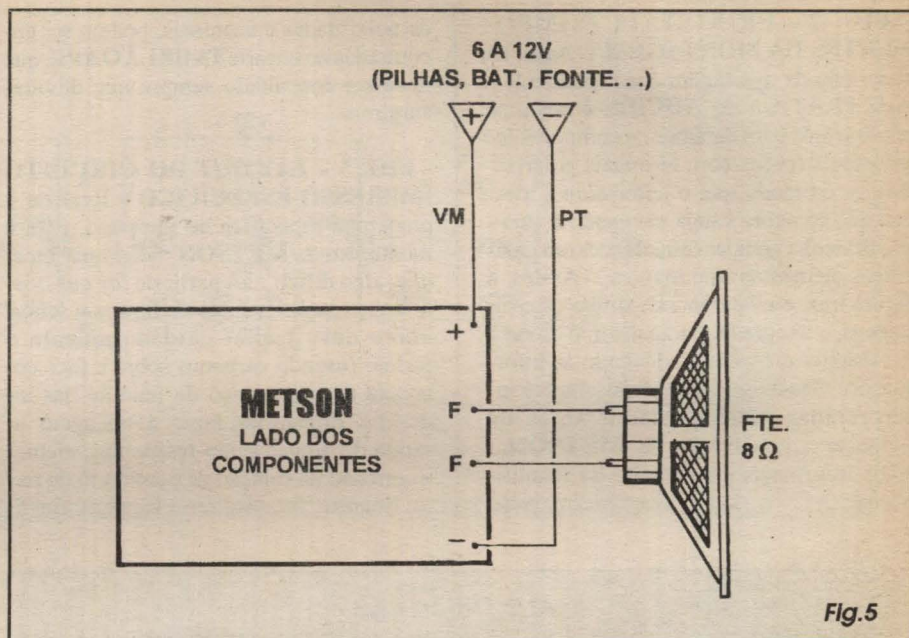

Fig.5
- **FIG. 5 - CONEXÕES EXTERNAS À PLACA** - Da placa *para fora* ficam muito poucas ligações, todas mostradas na figura (que ainda traz o impresso pelo seu lado não cobreado, só que agora com os componentes já mostrados na figura anterior *desprezados*, para não *poluir* o visual...). Os terminais do alto-falante devem ser ligados por cabinhos isolados, aos pontos **F-F** da placa, enquanto que a alimentação (proveniente das pilhas, bateria ou fonte...) é conectada aos pontos (+) e (-), de preferência através de cabos isolados coloridos, dentro do código convencional (**vermelho** no **positivo** e **preto** no **negativo**), para prevenir inversões danosas... Se for desejada a inserção de um interruptor geral, este poderá ser intercalado no cabinho do **positivo** da alimentação...